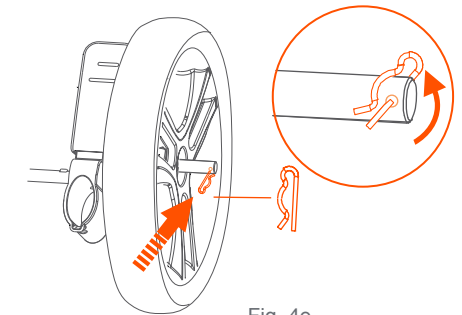

Fig. 4e
• Place the pin horizontally into the hole of the axle bar and then rotate into a vertical position (Fig. 4e).
• Coloque el perno horizontalmente dentro del agujero de la barra del eje y luego rótelo a una posición vertical (Fig. 4e).
• Introduire la goupille horizontalement dans le trou de la barre d'axe, puis la faire tourner jusqu'à une position verticale (Fig. 4e).